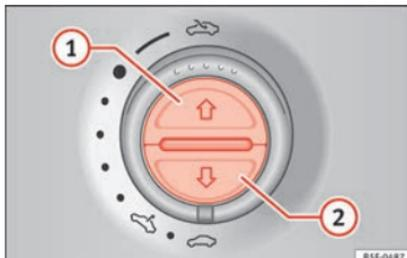

Abb. 98 In der Dachinnenverkleidung: Tasten des Sonnenschutzrollos.
Vollständig öffnen (automatische Funktion)	Taste » Abb. 98 ① kurz drücken.
- Der Schalter muss auf der Position „geschlossen“ » » Seite 11 ① stehen.
- *Panorama-Schiebedach:* Innerhalb von etwa 5 Sekunden nach dem Auslösen der Kraftbegrenzung den Schalter hinten so lange ziehen » » Seite 11 (Pfeil ⑤), bis das Panorama-Schiebedach vollständig geschlossen ist.
- **Sonnenschutzrollo:** Innerhalb von etwa 5 Sekunden nach dem Auslösen der Kraftbegrenzung die Taste »» **Abb. 98** ② so lange drücken, bis das Sonnenschutzrollo vollständig geschlossen ist.